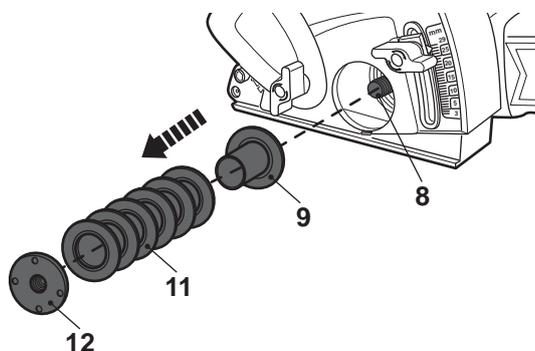

Fig. 3
- > Retirez la bride [12], toutes les entretoises [11] et la contre-bride [9] de la broche [8] (Fig. 3).